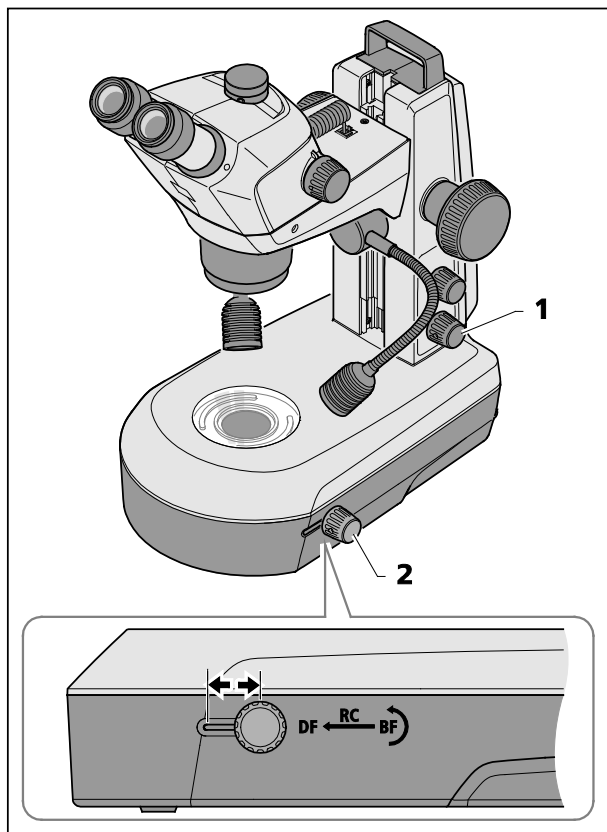

图26 K LAB 镜臂型透视光单元
- 通过按压下方旋钮(图26/1)打开透射光。
- 将旋钮/推钮(图26/2)推到后端位置，来设置亮场 (BF)。
- 通过旋转旋钮/推钮(图26/2)，切换透明或散射镜面以及调整倾斜角。
- 将旋钮/推钮(图26/2)推到前端位置，切换到暗场照射 (DF)。
将旋钮/推钮(图26/2)推到中间位置，并倾斜镜面从而产生斜射光效果 (RC)，特别适合观察无色物体的结构。